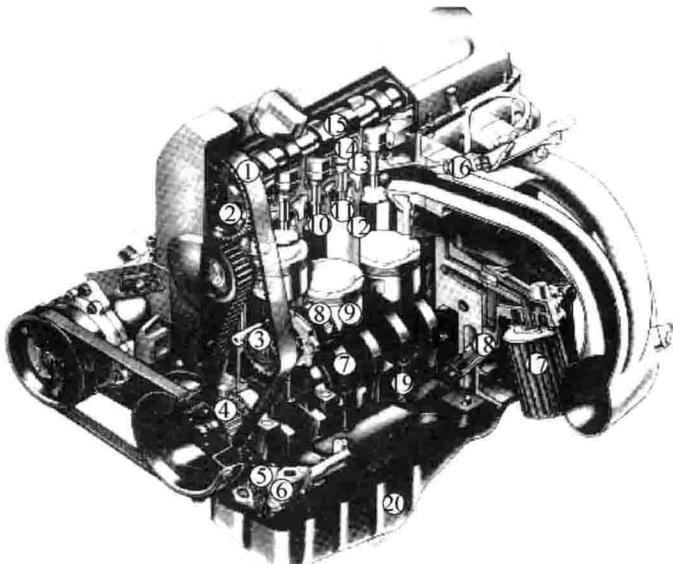

图 1-20 桑塔纳 2000GSi 轿车发动机剖视图
(1) 旋松正时齿形带护罩 1(图 1-1)的固定螺钉,拆卸正时齿形带护罩,观察凸轮轴正时齿轮带轮 2(图 1-20)的记号,以备以后正确安装。
(1) 按图 1-23 数字所示的顺序从外到内拆下气缸盖 13(图 1-20)的固定螺钉,抬下气缸盖。
- (2) 取下气缸垫，注意气缸垫的安装朝向。
- (3) 旋松油底壳的放油螺钉，放出油底壳内机油。
- (4) 翻转发动机，拆卸油底壳固定螺钉(注意螺钉也应从两端向中间旋松)。拆下油底壳和油底壳密封垫。
- (5) 旋松机油粗滤清器固定螺钉，拆卸机油滤清器、机油泵链轮和机油泵 6(图 1-20)。